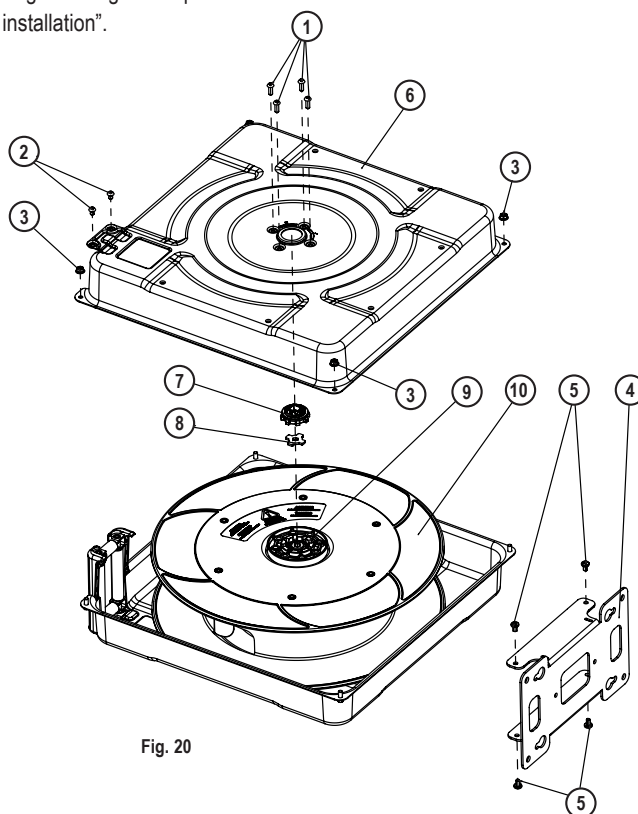

Fig. 20
If accidental stress is applied to the Tensor piece (3) (fig. 8) by turning the square wrench (1) (fig. 9), when the four bolts (5) (fig. 8) had not been removed previously, the Tensor piece (7) (fig. 20) can be damaged. This could happen while installing/replacing the hose, or during the power spring load adjustment.
Om oavsiktlig belastning appliceras på fjäderspännaren (3) (fig. 8) genom att vrida fyrkantnyckeln (1) (fig. 9), om de fyra bultarna (5) (fig. 8) inte hade tagits bort tidigare, så kan fjäderspännaren (7) (fig. 20) skadas. Detta kan hända när du installerar / byter slang eller under justering av fjäderbelastningen.
8. Now it is necessary to take away the casing side, for doing this, proceed to take apart the bolts (1) (fig. 20).
9. Take apart the two bolts (2) (fig. 20) located in the roller outlet side.
10. Disassemble the base (4) (fig. 20) by loosening the bolts (5) (fig. 20).
11. Loosen the bolts (3) (fig. 20) which join both casing sides. Now you can take apart the casing side (6) (fig. 20) enabling access to the Tensor piece (7 & 8) (fig. 20).
12. Replace the tensor piece (7) (fig. 20) and its inner metal sheet (8) (fig. 20) for new ones. Make sure to assemble the inner metal sheet inside the plastic tensor piece, before placing the assembly on the spring fixation (9) (fig. 20).
13. Assemble again all the components in reverse order, by placing the unassembled casing side (6) (fig. 20) and fixing it to the other casing side by tightening the bolts (3) (fig. 20).
14. Assemble the base again (4 & 5) (fig. 20), and the roller outlet bolts (2) (fig. 20).
8. Ta bort höljets sida genom att ta bort bultarna (1) (fig. 20).
9. Ta bort de två bultarna (2) (fig. 20) på rullens utloppssida.
10. Demontera basen (4) (fig. 20) genom att lossa bultarna (5) (fig. 20).
11. Lossa bultarna (3) (fig. 20) som sammanfogar båda höljets sidor. Nu kan du ta bort höljets sida (6) (fig. 20) att få tillgång till fjäderspännaren (7 & 8) (fig. 20).
12. Ersätt fjäderspännaren (7) (fig. 20) och dess inre metallplåt (8) (fig. 20) med nya. Se till att montera den inre metallplåten inuti plastens tensorbit innan du monterar enheten på fjäderfixeringen (9) (fig. 20).
13. Montera igen alla komponenter i omvänd ordning genom att fästa det bortskruvade höljets sida (6) (fig. 20) på andra höljets sida genom att dra åt bultarna (3) (fig. 20).
14. Montera basen igen (4 & 5) (fig. 20) och rullutloppets bultar (2) (fig. 20).